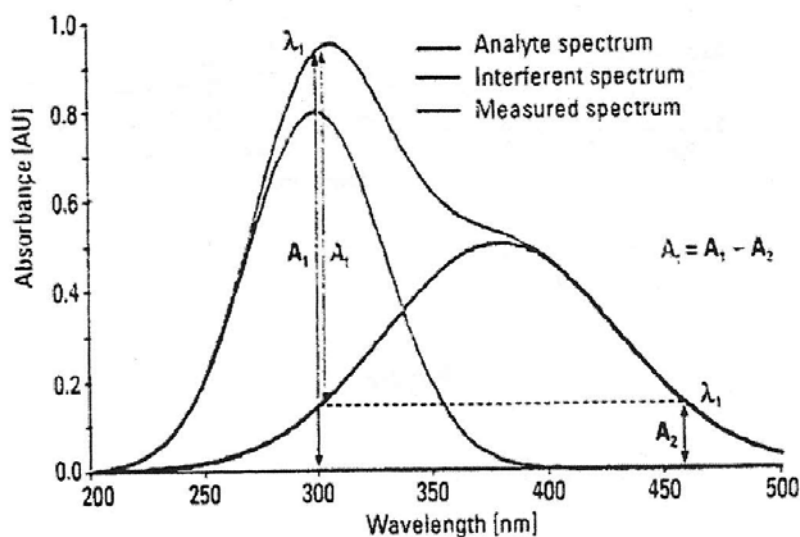

Fig A1 Isoabsorbance correction
5. Reajuste todos los tornillos alrededor de los lados del espectrofotómetro, Fig A1.
Cuando un componente interferente desconocido está presente con un espectro conocido, el error introducido por este componente, a la longitud de onda analítica para el objetivo a analizar, puede ser eliminado seleccionando una longitud de onda a la cual el compuesto interferente exhibe la misma absorbancia que a la longitud de onda analítica. La absorbancia a esta longitud de onda de referencia puede ser sustraída de la absorbancia a la longitud de onda analítica, como se indica en la Fig A1. La absorbancia residual es la verdadera absorbancia del componente a analizar.